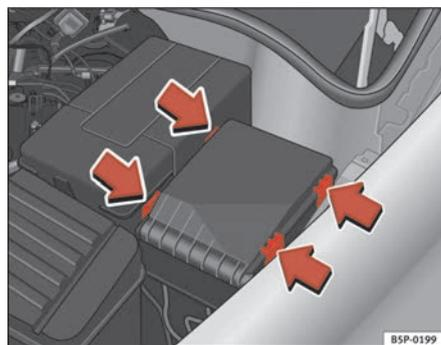

Fig. 161 Tapa de la caja de fusibles en el compartimento motor
- Retire la tapa de fusibles del compartimento del motor haciendo presión sobre las lengüetas hacia el centro de la tapa ⇒ fig. 161.